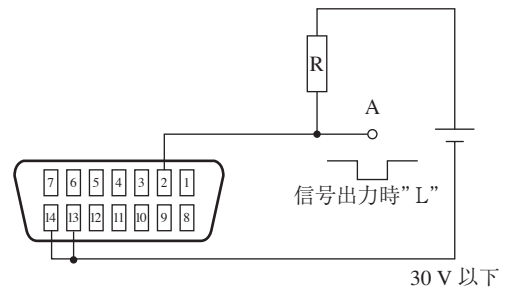

図 6-7
H.V ON 信号でデジタル信号の "L" レベルを得ます。図 6-7 参照。